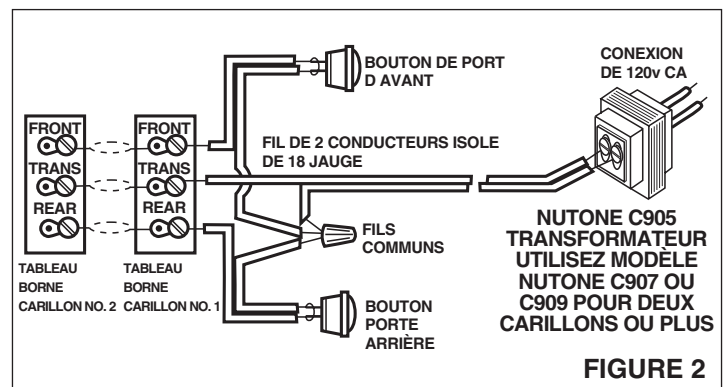

FIGURE 2
4. **Refer to Figure 2.** Bring wires into the mounting frame. Connect the transformer and pushbutton wires to the terminal board on the chime base plate.
4. **Se réfère à la Figure 2.** Faites passer les fils dans le châssis de montage. Branchez les fils du transformateur et du bouton poussoir à la plaque à borne dans la plaque de base du carillon.